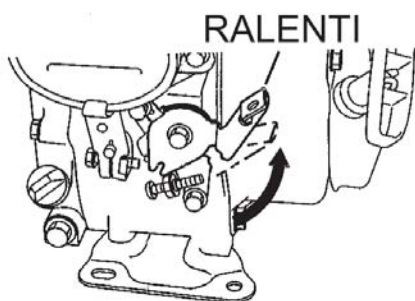

Figure 17. Levier d'accélérateur (lent)
- Positionnez le levier d'accélérateur en position **RALENTI** (figure 17) puis faites tourner le moteur à basse vitesse pendant trois minutes.